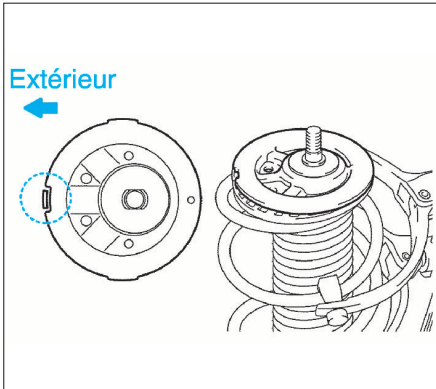

FIG. 7
- Orienter le repère sur la coupelle supérieure vers l'extérieur (fig. 7).